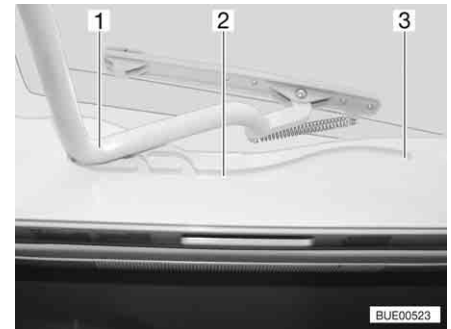

Fig. 89 Claraboya Heki, guía
- Tirar la horquilla (Fig. 89,1) en las guías (Fig. 89,2) hasta la posición trasera final (Fig. 89,3).
- Empujar el estribo (Fig. 89,1) ligeramente hacia arriba con ambas manos.
- Tirar el estribo en las guías (Fig. 89,2) hasta la posición deseada.